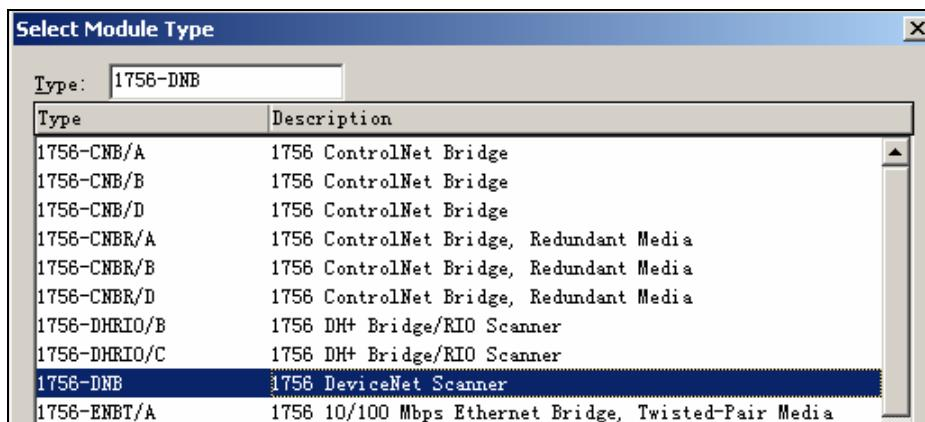

图 3-79 选择模块类型
13. 在弹出的画面中选择 1756-DNB。选中之后，单击 OK，如图 3-79 所示。